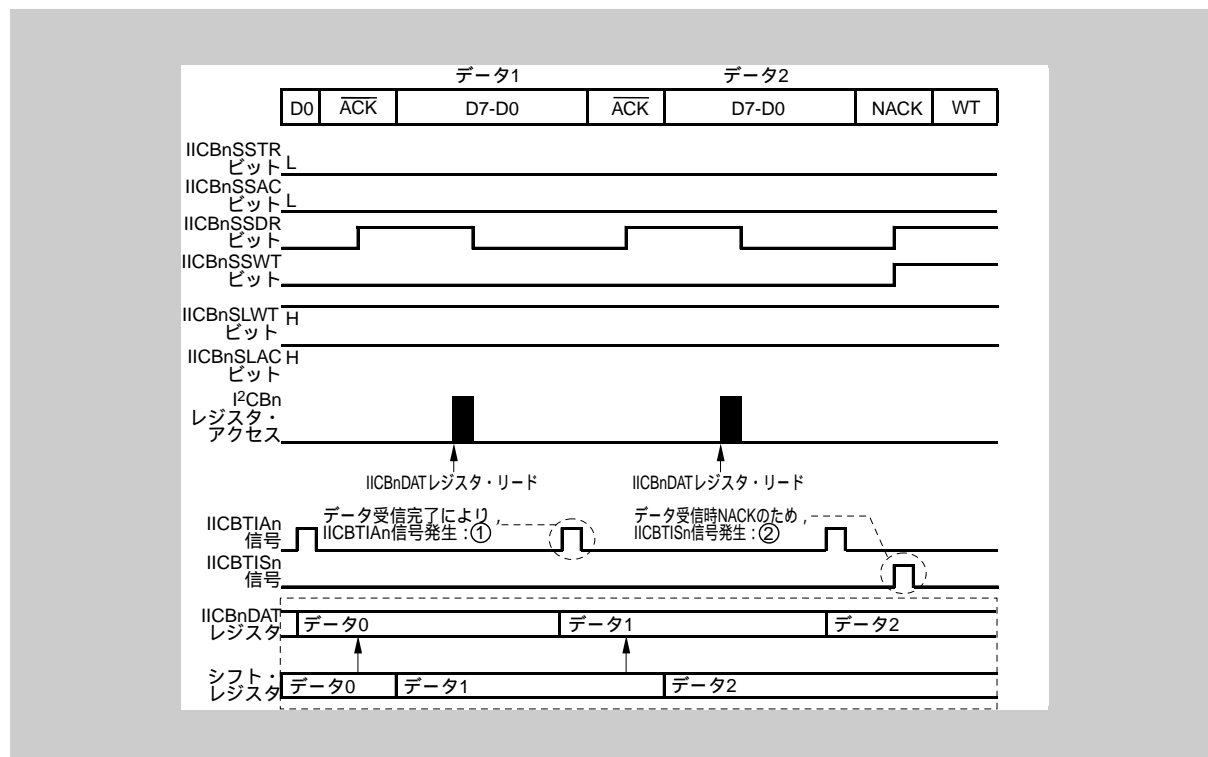

図 30-12 IICBTIAn 信号発生タイミング (受信, 連続転送モード)
受信データをシフト・レジスタから IICBnDAT レジスタへデータの格納を行ったとき (図 30-12 の①のタイミング)。